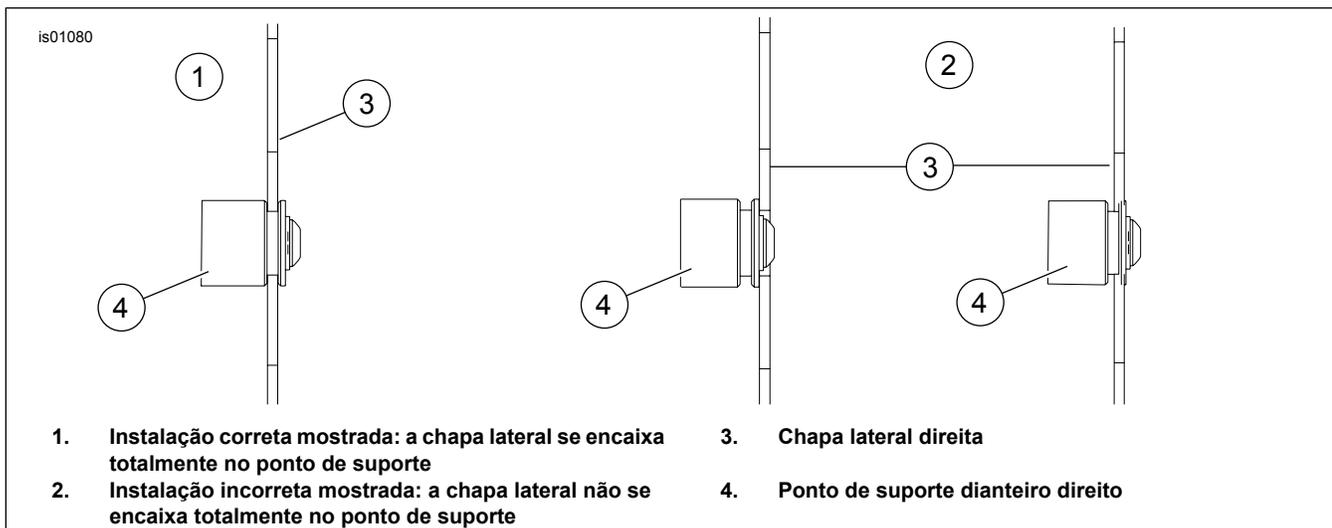
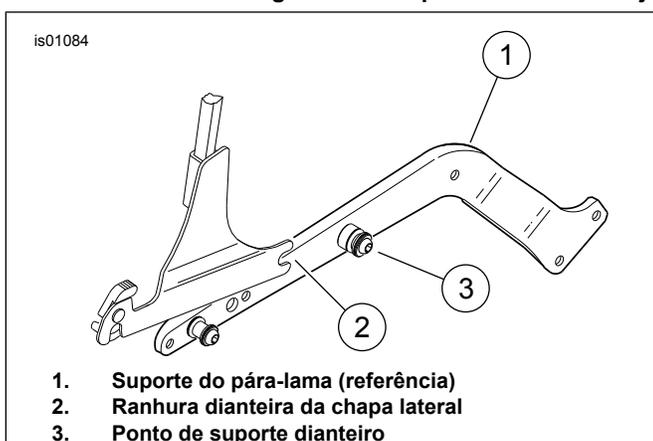
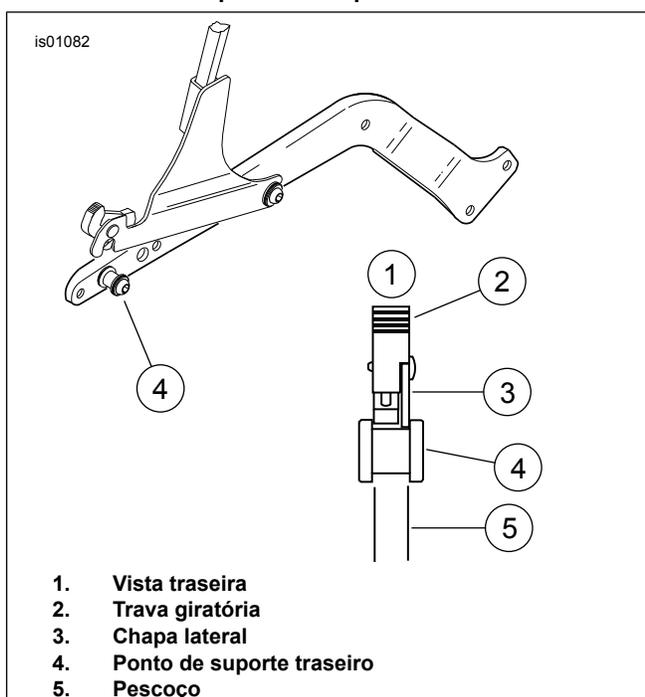

Figura 2. A chapa lateral deve se ajustar corretamente no ponto de suporte
Figura 3. Colocação das ranhuras dianteiras nos pontos de suporte dianteiros
Figura 4. Puxada para trás das travas giratórias e abaixamento da chapa lateral nos pontos de suporte traseiros
1. Veja a Figura 2 e a Figura 3. Permanecendo atrás da motocicleta, coloque as ranhuras dianteiras da chapa lateral (2) nos pontos de suporte dianteiros (3) como mostrado na Figura 3. (O conjunto da chapa lateral da sissy bar nesta ilustração não é mostrado inteiramente.) Veja a Figura 2 para obter as visões das posições de instalações correta e incorreta.
Verifique o alinhamento como descrito no passo 2 e na Figura 2. A falha em executar o alinhamento apropriado dos pontos de suporte e das chapas laterais poderá resultar em danos nos pontos de suporte traseiros.
2. Veja a Figura 2 e a Figura 4. Puxe as travas giratórias (2) para trás até o máximo possível, como mostrado na Figura 4. Posicione as travas giratórias traseiras sobre os pontos de suporte traseiros (4), certificando-se de que as travas e as chapas laterais (3) se encaixem no pescoço (5) dos pontos de suporte traseiros, como mostrado na vista traseira da Figura 4. Isto pode requerer uma pressão suave das pernas da chapa lateral.
3. Empurre para baixo e feche as travas giratórias pressionando a alavanca da trava o mais longe possível, como mostrado na Figura 4. Você escutará um clique quando a trava estiver no lugar. Se a trava não fechar com facilidade, não force. Verifique o alinhamento novamente, como mostrado na Figura 4 e na Figura 2.